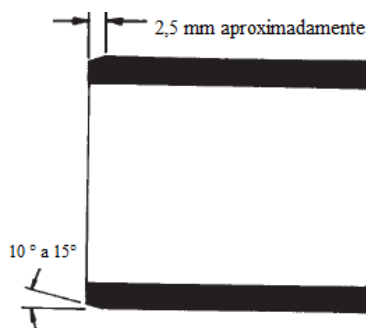

Figura 1 - Chanfro no tubo
b. Chanfrar o tubo conforme a Figura 1.